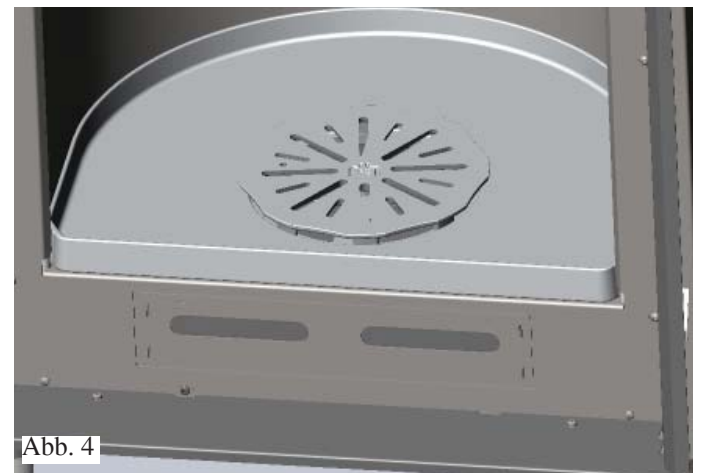

Abb. 4
- Die Tür öffnen und in dieser Position blockieren, um im Innern des Feuerraums bequem arbeiten zu können (Abb. 4).